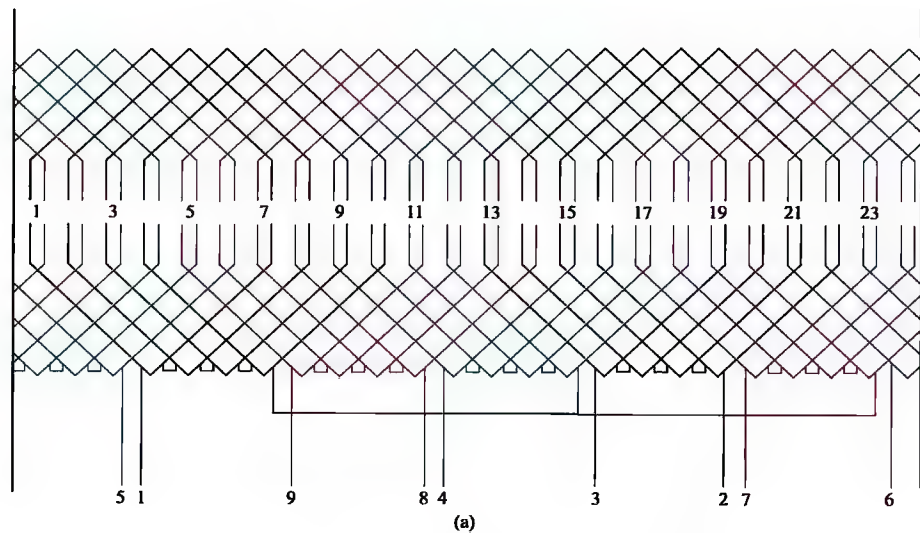

图 2-2 24 槽 4/2 极、2Y/2Y 接法绕组 (一)
2. 24 槽 4/2 极、2Y/2Y 接法绕组展开图、接线圆图与接线简图 (见图 2-2)